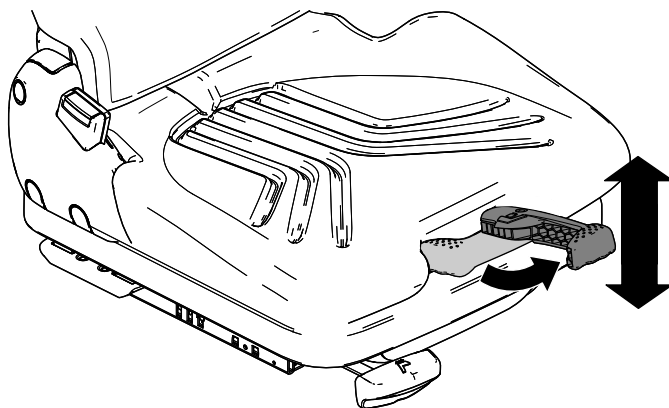

Figura 19
1. Puxe a alavanca da suspensão do banco para fora (Figura 19).